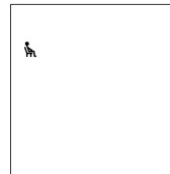

Fig. 6: Écran de démarrage
- ⇒ Le tensiomètre s'allume automatiquement, effectue un test d'affichage et l'écran de démarrage s'affiche. (voir Fig. 5 et Fig. 6).
⇒ L'écran affiche l'écran de démarrage ( Fig. 6).
- ⇒ L'écran affiche l'écran de démarrage (Fig. 6)).